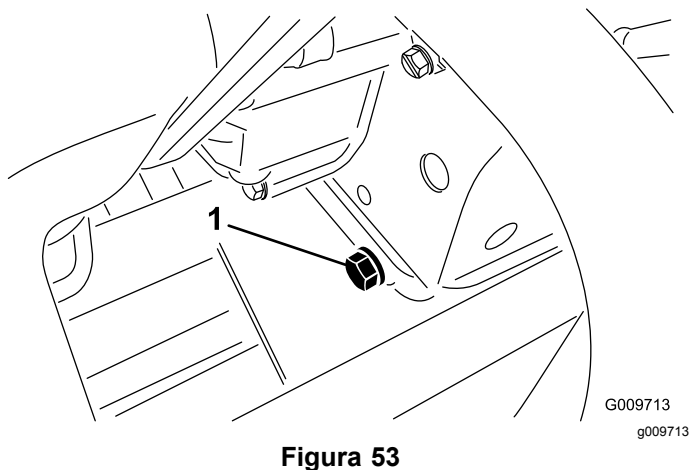

Figura 53
2. Togliete il tappo di spurgo (Figura 53) e lasciate defluire l'olio in una bacinella.